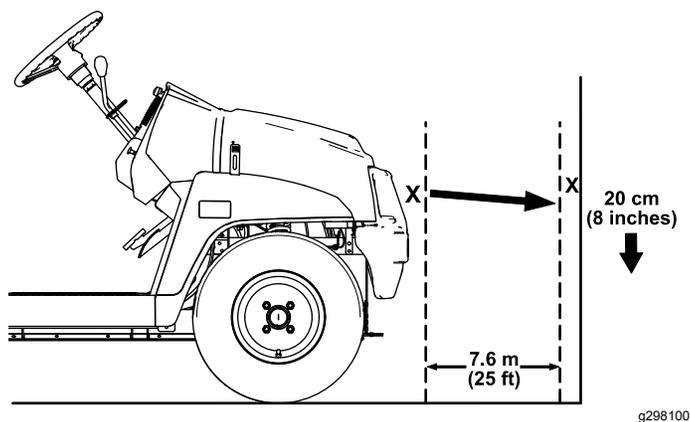

Рисунок 52
1. Припаркуйте машину на ровной горизонтальной поверхности; фары должны находиться приблизительно на расстоянии 7,6 м от стены (Рисунок 52).
Самая яркая часть луча фары должна быть на 20 см ниже отметки, нанесенной на стене (Рисунок 52).